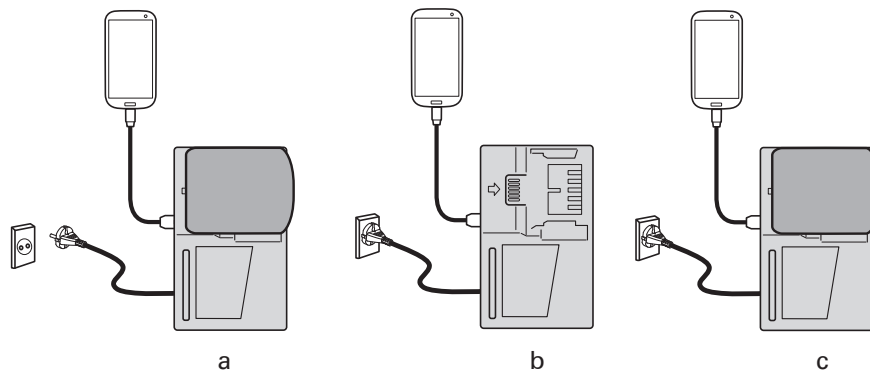

Fig. 16c
CÓMO RECARGAR EL DISPOSITIVO USB (Fig. 16c-16d)**⚠ ADVERTENCIA**
- Carga de un dispositivo USB mediante batería (Fig. 16c-a)
- Cargar un dispositivo USB desde una toma de corriente eléctrica (Fig. 16c-b)
- Cargar un dispositivo USB y su batería desde una toma de corriente eléctrica (Fig. 16c-c)